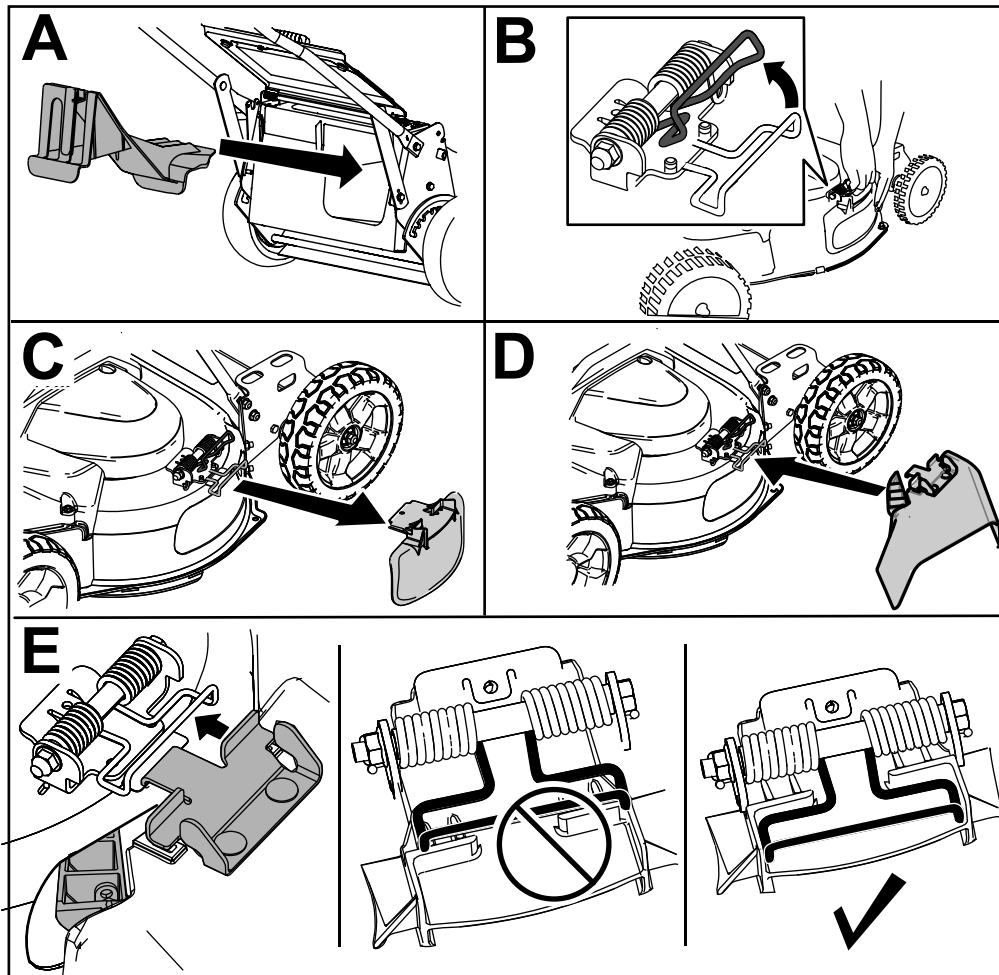

Bild 22
3. Führen Sie die Heckauswurfklappe ein (A in Bild 22).
4. Ziehen Sie zum Entfernen der Heckauswurfklappe die Feder nach oben, mit der das Ablenkblech befestigt ist, und nehmen Sie das Ablenkblech ab (B und C in Bild 22).
5. Ziehen Sie die Feder nach oben, um den Seitenauswurfkanal zu befestigen. Setzen Sie den Kanal auf die Öffnung und senken die Feder über die Nasen oben am Auswurfkanal ab (D und E in Bild 22).